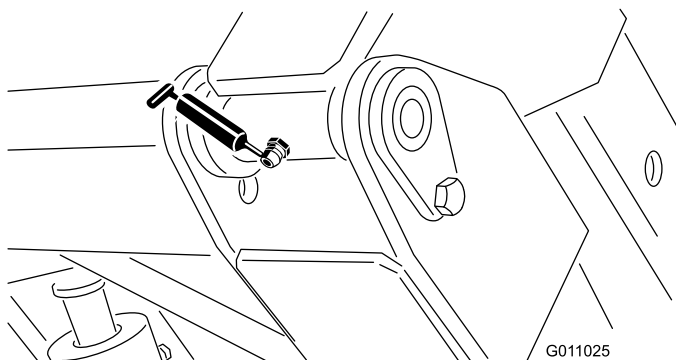

Bild 29
- Füllkastengelenk (oben) (2) (Bild 29)